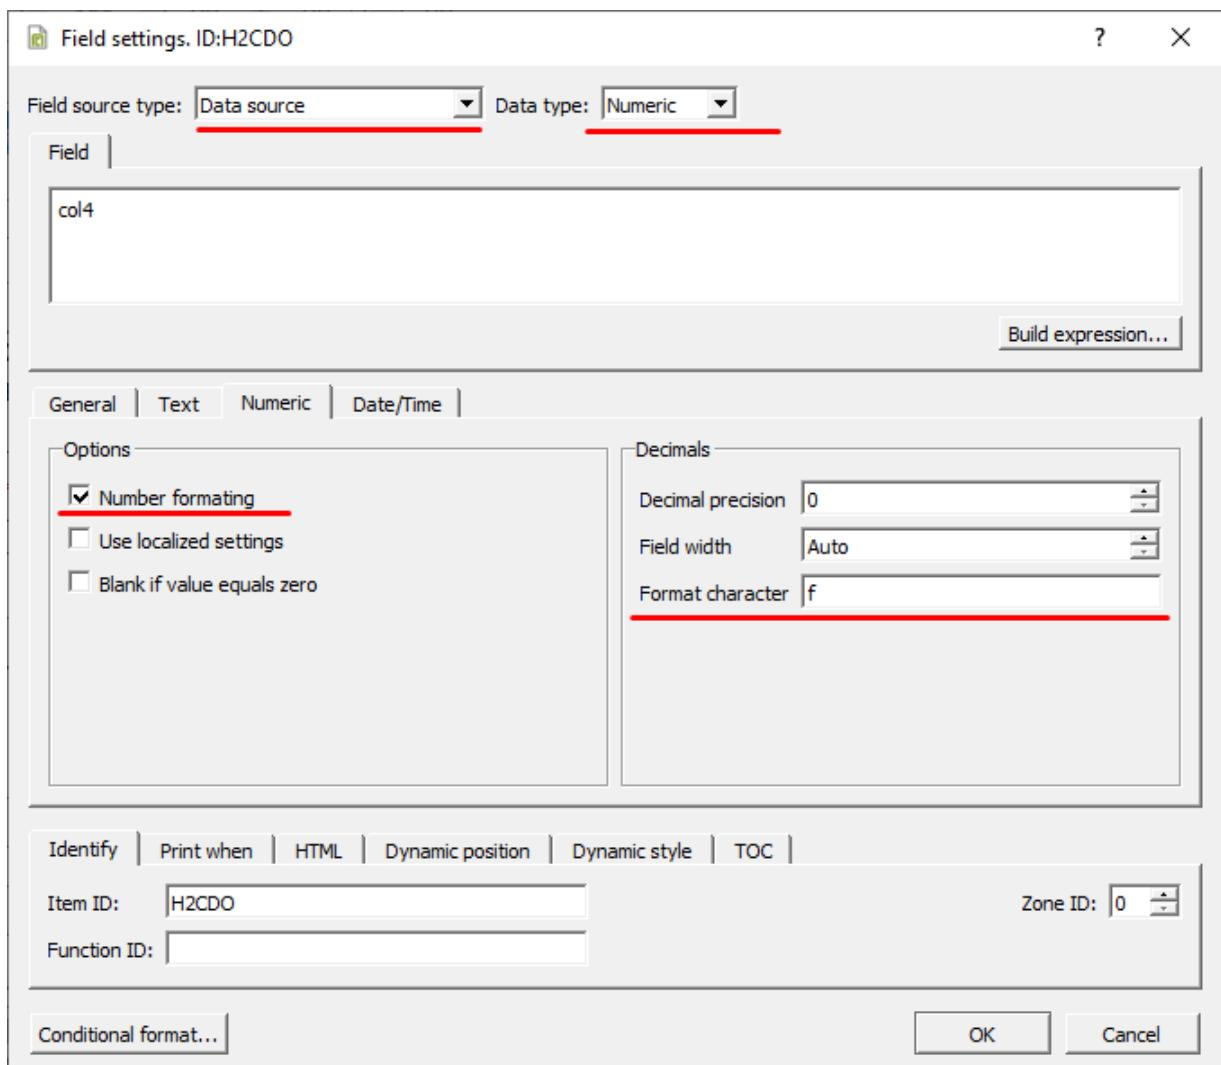

Рисунок 156 - Настройка табличных данных
5. Для колонки значения сигнала в графике **Field source type** выберите **Data Source**, в графике **Data type – Numeric**, в графике **Numeric** выделите **Number formating** и **Format character = f** (Рисунок 156).